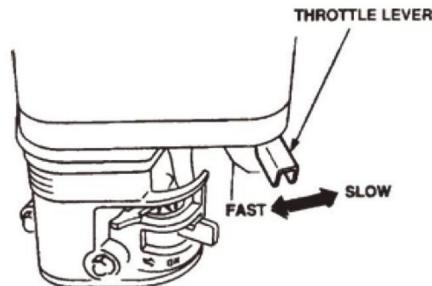

RYS.10
- 9.6 Chwyć uchwyt rozrusznika (RYS. 10) i powoli go wyciągnij. Opór staje się najtrudniejszy w określonej pozycji, odpowiadającej